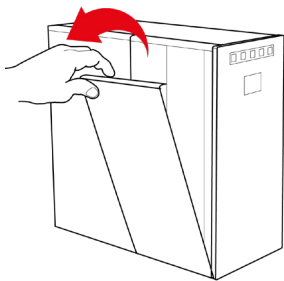

Fig. 1-13
35.3 – Aprire il pannello laterale tirando verso l'esterno fino a completa estrazione, vedi Fig. 1-13.